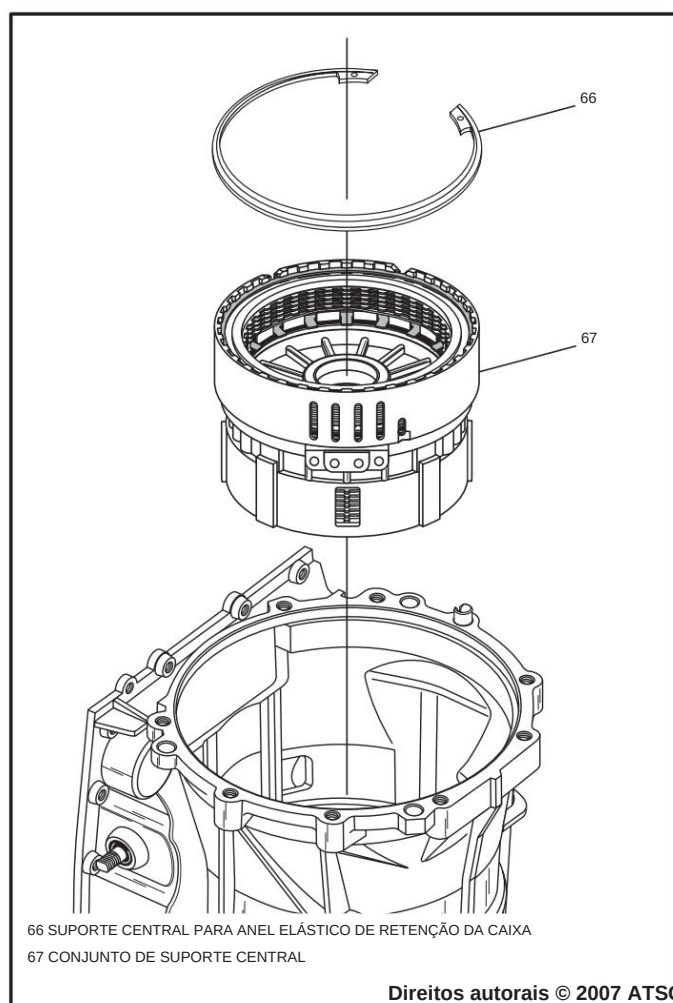

Figura 50
13. Remova o conjunto do suporte central, conforme mostrado na Figura 50, e reserve para a seção de reconstrução do componente.